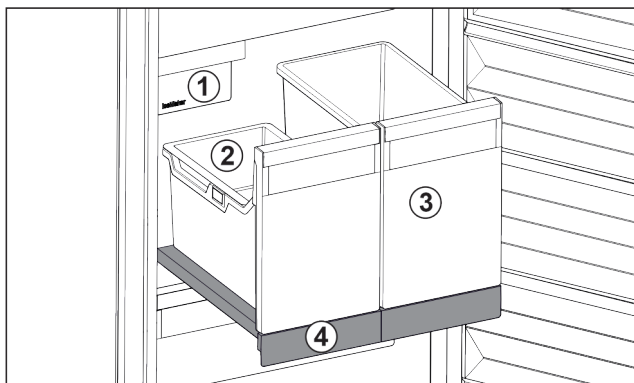

Fig. 103 Estante extraíble con IceTower
(2) Bandeja suspendida para cubitos de hielo
(4) Estante extraíble
En el estante extraíble hay dos recipientes altos (IceTower). En el recipiente Fig. 103 (2) se recogen y almacenan los cubitos de hielo del IceMaker. El recipiente Fig. 103 (3) es adecuado para conservar productos altos, como pizzas o bebidas alcohólicas.